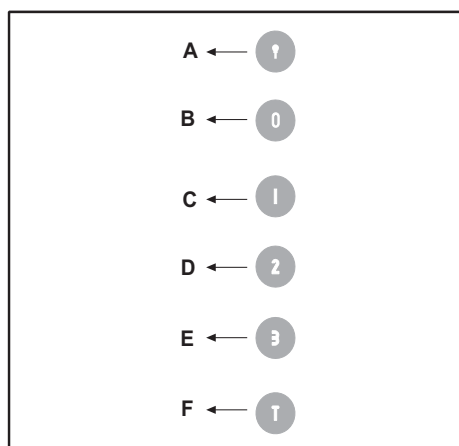

Fig.16
- **COMANDI:**(Fig.16) **LUMINOSI** la simbologia è di seguito riportata: